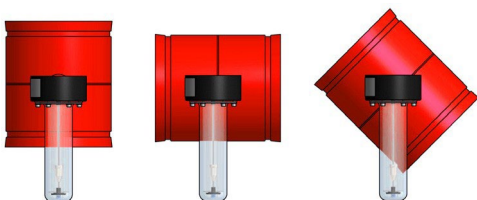

Fig. 6 Exemples d'installation
L'installation peut se faire dans n'importe quelle direction, de l'horizontale à la verticale (fig. 6). Il est toutefois important de s'assurer que la direction d'écoulement de la flèche marquée sur l'appareil et qui correspond au tube d'échantillonnage de la pression différentielle (fig. 9/10, pos. 7) soit en position horizontale.